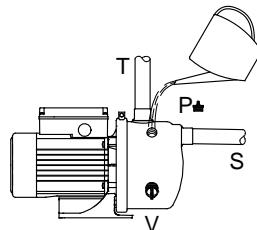

Fig. 1 Elettore
Rimuovere il tappo (V), vedi fig. 1, quindi installare l'elettore nel foro.